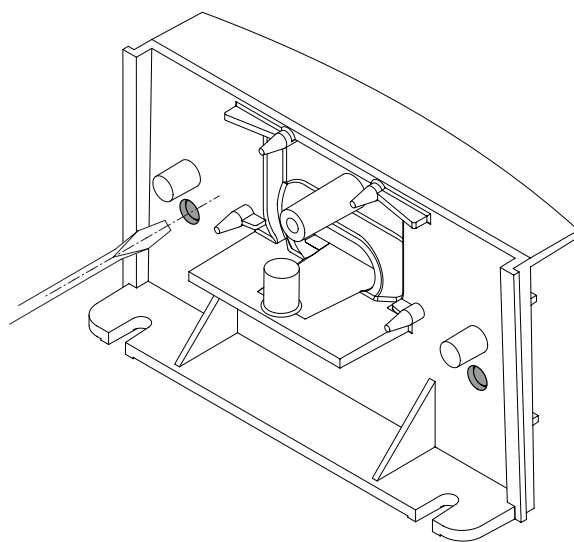

Fig.2
1. Open de doorvoergaten voor de kabels met behulp van een schroevendraaier (Fig.2)